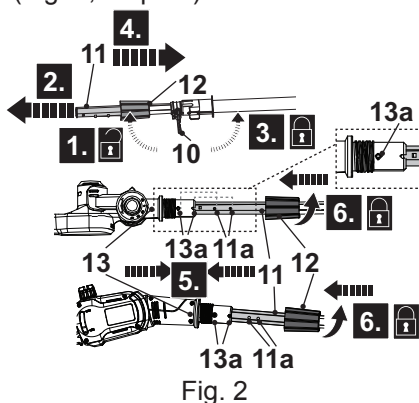

Fig. 2
1. Ouvrez le levier de verrouillage (10) (Fig. 2, étape 1), sortez l'extension de la perche (11) (Fig. 2, étape 2), puis refermez le levier de verrouillage (10) (Fig. 2, étape 3).
2. Remettez le manchon de verrouillage (12) sur l'extension de la perche (11) (Fig. 2, étape 4).
3. Choisissez le dispositif de coupe adapté, puis alignez l'extension de la perche (11) avec le support de la perche (13) et insérez-la à l'intérieur. Assurez-vous que les goupilles (11a) s'enclenchent bien dans les trous (13a) pour garantir un raccordement fiable (Fig. 2, étape 5).
4. Placez le manchon de verrouillage (12) sur le filetage du support de la perche (13) et tournez-le (12) dans le sens des aiguilles d'une montre pour fixer les raccords (Fig. 2, étape 6).